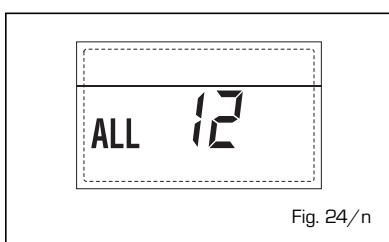

Fig. 24/n
**- INTERVENÇÃO TERMÓSTATO DE SEGURANÇA PRIMEIRA ZONA MISTURADA "ALL 20" (fig. 24/p)**